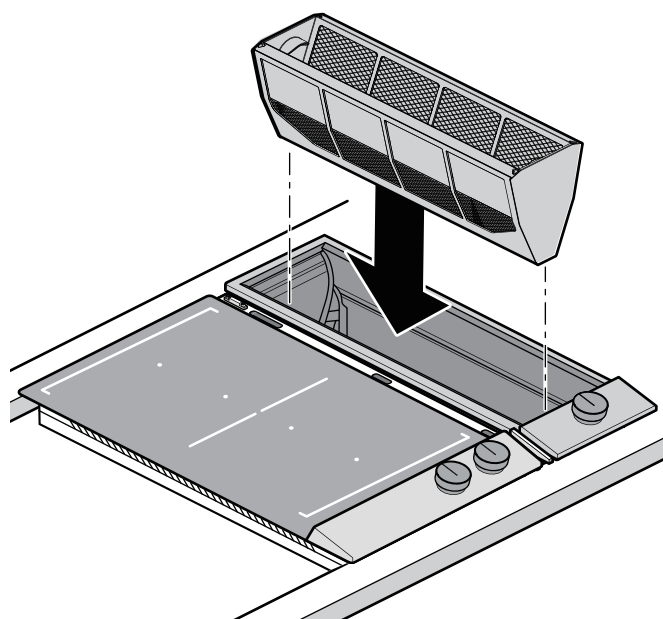

図 7
6. メタルグリースフィルターを組み込みます。( 図 7 )